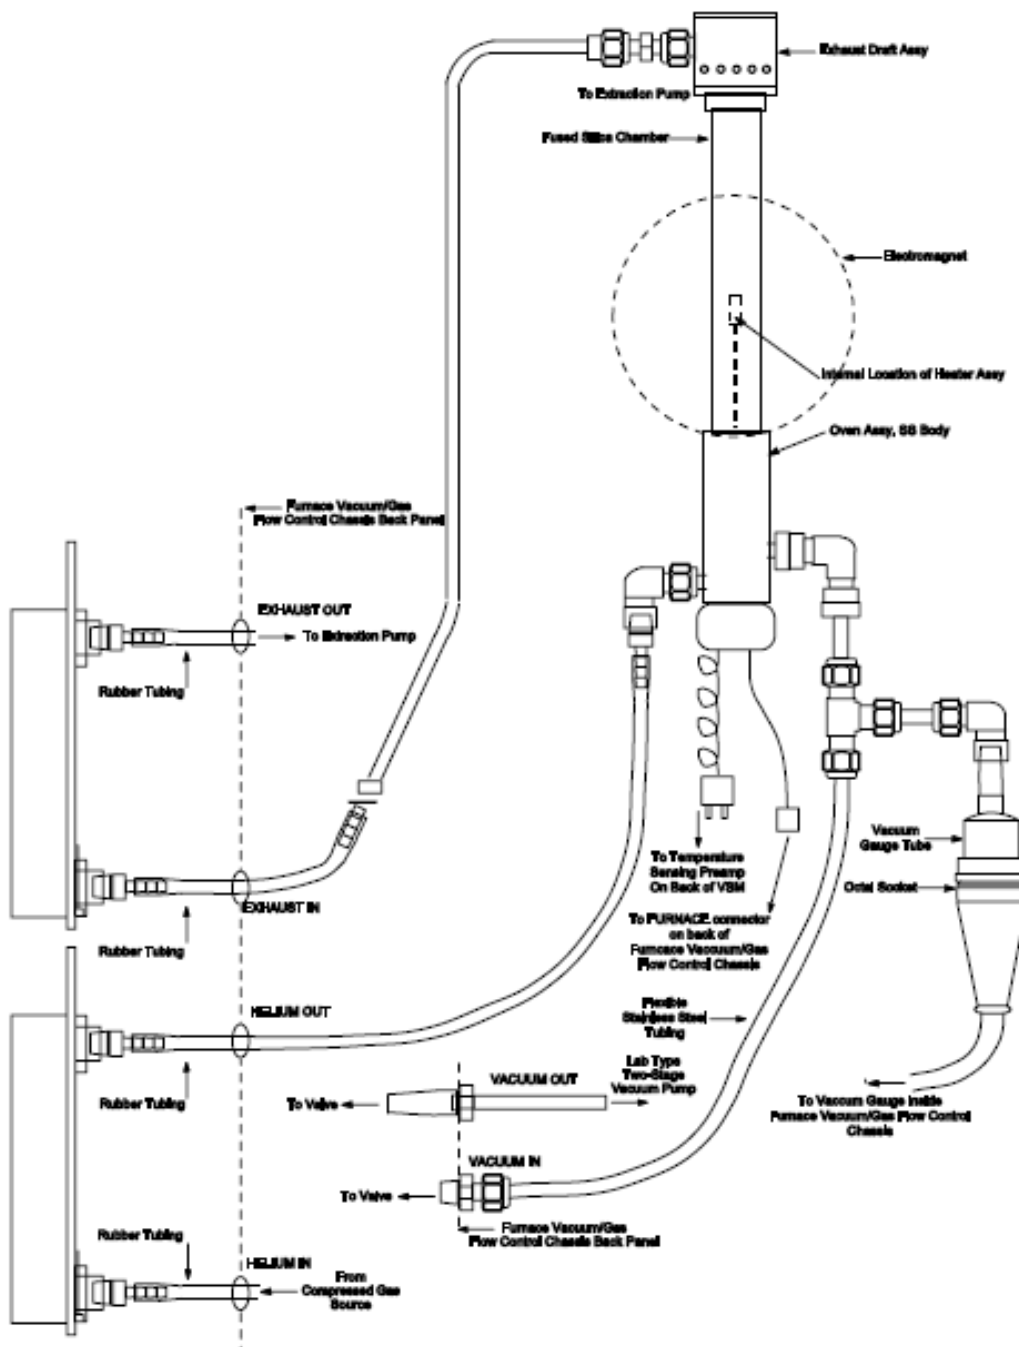

図 6 Oven and Chassis Connections
注：次からは、図6 Oven and Chassis Connections を参考にしながら進めて下さい。
- 11、**Helium Flow** 流量計の上のポートからのホースは、シャーシ背面の **Helium Out** と表示されている穴を抜け図6に示す様にオープンのポートに接続されます。